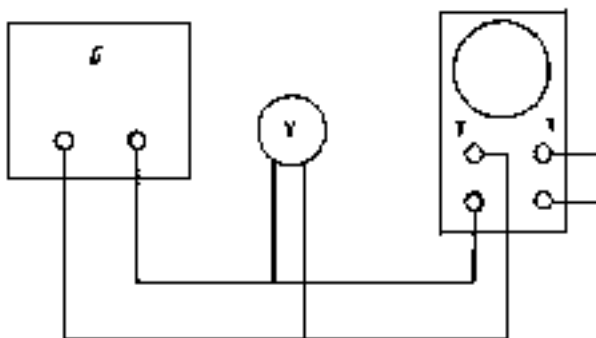

Рисунок 24.3. Схема градуировки осциллографа по вертикальной оси
2. Переключить входы осциллографа (рис. 24.3) и аналогично